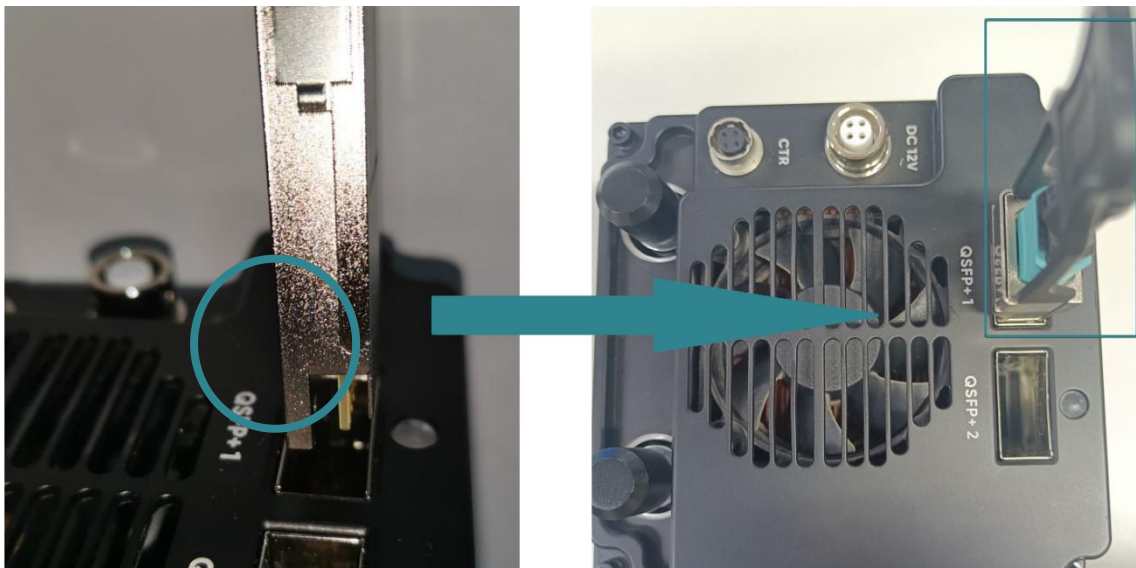

图 3-4 QSFP+ 光模块与相机 QSFP+ 1 端口连接
- 2) 将光模块插入相机的 QSFP+ 1 端口中，如图 3-4 所示，插入后听到“咔”的一声表示接头完全插入；